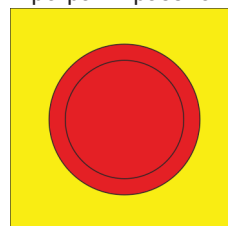

Рис. 33 Кнопка аварийного останова
1. Убедиться в том, что все кнопки аварийного останова (рис. 33) разблокированы.